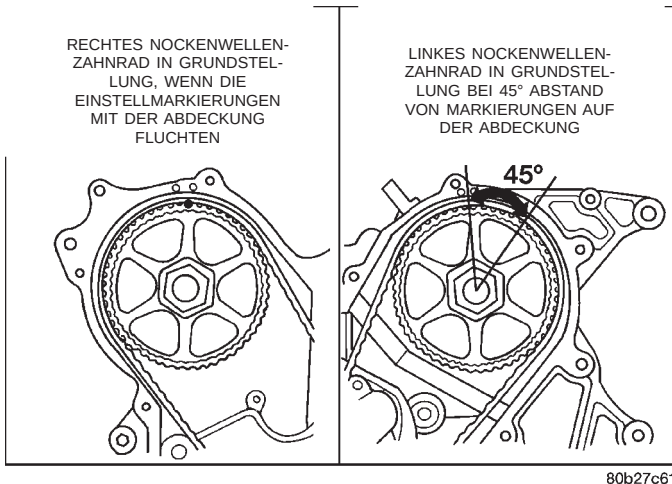
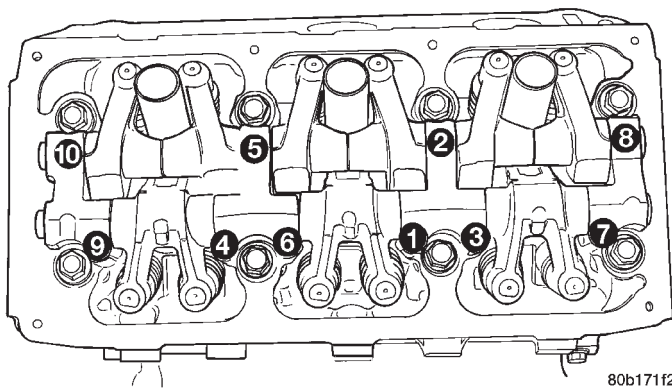

Abb. 58 Nockenwellenzahnräder in der Grundstellung
Abb. 59 Reihenfolge beim Anziehen der Befestigungsschrauben der Kipphebelwellen
(1) Nockenwelle in die in (Abb. 58) dargestellte Stellung drehen. Bei dieser Nockenwellenstellung befinden sich die Nocken in der Grundstellung, d.h. sie üben keine Last auf die Ventile aus, und die Kipphebelwelle kann im unbelasteten Zustand eingebaut werden.
(2) Kipphebelwelle und Kipphebel einbauen. Darauf achten, daß die Markierungen beim linken Zylinderkopf nach vorn in Richtung Vorderseite des Motors und beim rechten Zylinderkopf in Richtung Rückseite des Motors weisen.
(3) Befestigungsschrauben in der korrekten Reihenfolge mit einem Anzugsmoment von 31 N·m (275 in. lbs.) festziehen (Abb. 59).